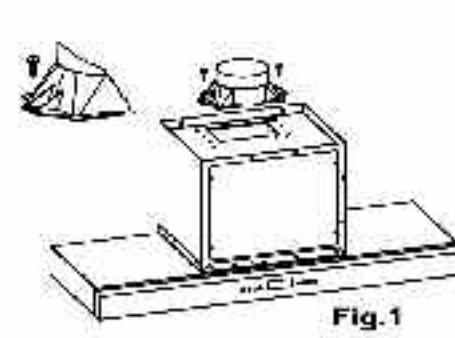

Fig. 1
Si la campana fuera utilizada en su versión ASPIRANTE, conectar la pieza plástica cónica de salida (H), suministrada con la campana (diámetro 125 mm.) a un conducto de evacuación conectado directamente con el exterior. (Fig. 1).